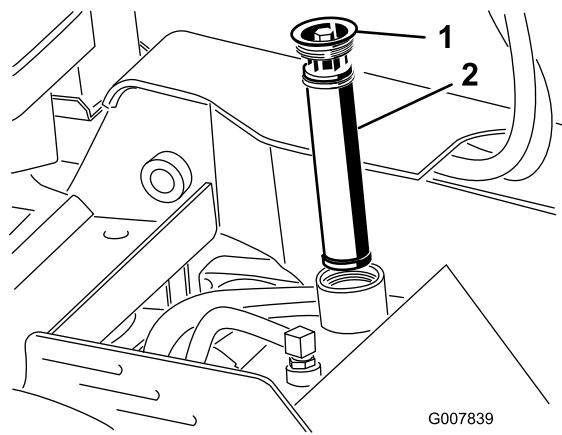

Figure 55
5. Déposez l'ancien filtre et mettez-le au rebut (Figure 55).
6. Mettez en place le filtre hydraulique de rechange et le bouchon de remplissage (Figure 55), et serrez le boulon sur le dessus à un couple de 13 à 15,5 Nm (110 à 140 po-lb).
- Enlevez le bouchon de remplissage du réservoir hydraulique ainsi que le filtre (Figure 55).
- Mettez en place le filtre hydraulique et le bouchon de remplissage (Figure 55), et serrez le boulon sur le dessus à un couple de 13 à 15,5 Nm (110 à 140 po-lb).